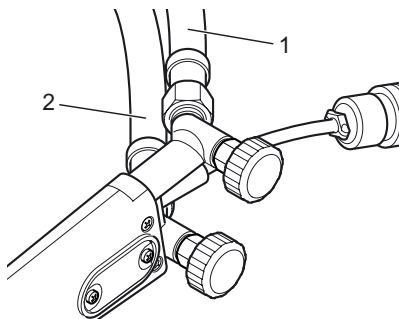

figura 4 - 1
Tubo ossigeno (in blu) al nipplo superiore. Tubo flessibile (1) in figura 4 - 1.
Tubo flessibile gas (rosso) al nipplo inferiore. Tubo flessibile (2) in figura 4 - 1.